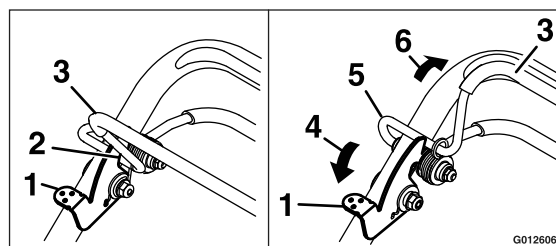

Figure 10
2. Poussez et maintenez le levier de blocage de la commande des lames en avant pour relâcher la barre de commande des lames (Figure 10).